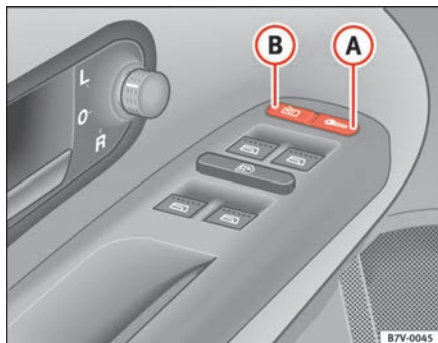

Fig. 57 Detalle de la puerta del conductor: pulsador del cierre centralizado
- Pulse la tecla  ⇒ fig. 57 **A** ⇒ .